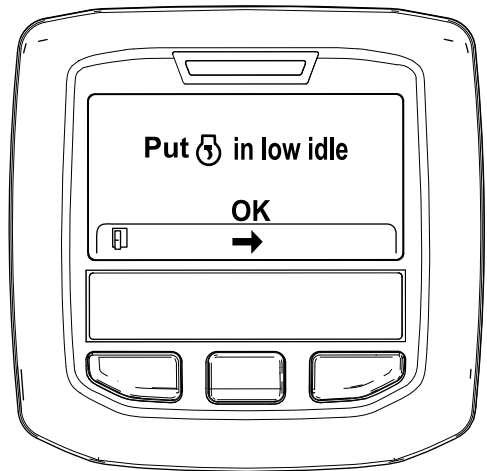

図 42
6. スロットルコントロールを低速アイドル位置にセットして、中央ボタンを押す 図 42。